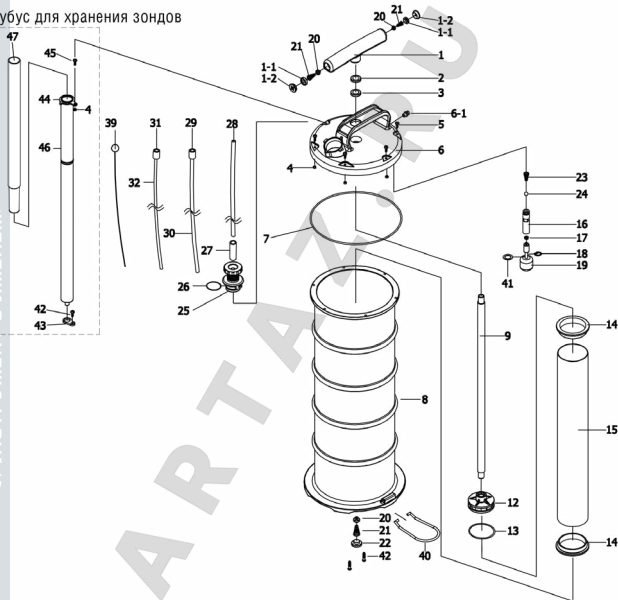

Рисунок 1
ВНИМАНИЕ! Производите сборку маслосборного бака согласно схемам, приведенным на рис. 1.
1. Установите адаптер в сборе поз. 25, 26, 27, 28 (см.рис.1) в горловину крышки корпуса маслосборной установки до упора и поверните для фиксации.